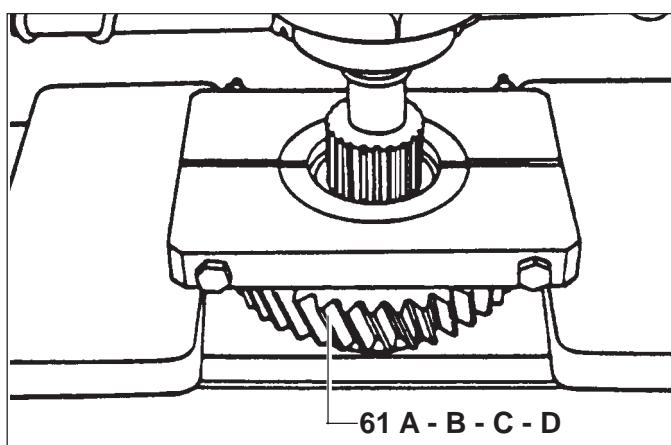

Fig. 17
- 1) Scalettare la ralla del cuscinetto (60) a rulli conici dell'albero di uscita (61) utilizzando un estrattore a griffe per esterno.
- 2) Ripetere l'operazione dal punto 1 utilizzando in questo caso un estrattore speciale a griffe per esterno impegnate sui rulli del cuscinetto (63).
- 3) La disunione dell'albero uscita con l'ingranaggio non si consiglia eccetto in caso di sostituzione dell'ingranaggio. L'operazione si realizza alla pressa agendo sull'ingranaggio con una forza di circa 8000 Kg (Fig. 17).
- 1) By means of a puller remove taper roller bearing inner race (60) from output shaft (61).
- 2) Repeat the operation described in 3.1 to remove taper roller inner race (63) from output shaft.
- 3) It is not advisable to separate the output shaft from output gear except in case of output gear replacement. To do so, exert a pressure of approximately 8,000 Kg on the gears, at the press (Fig. 17).